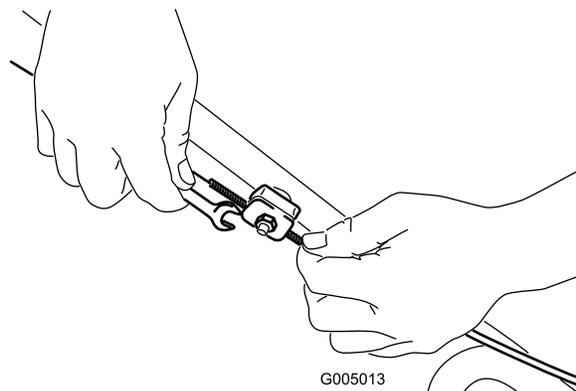

Рисунок 30
- Ослабьте гайку держателя троса (Рисунок 30).